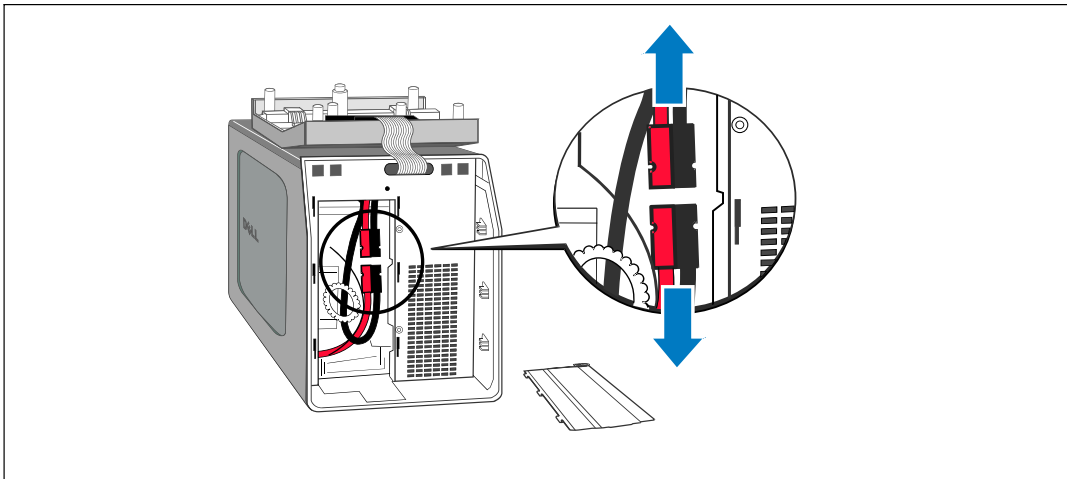

Figura 26. Cómo desconectar el conector de la batería interna
- 4 Desconecte el conector de la batería interna (consulte la Figura 26).